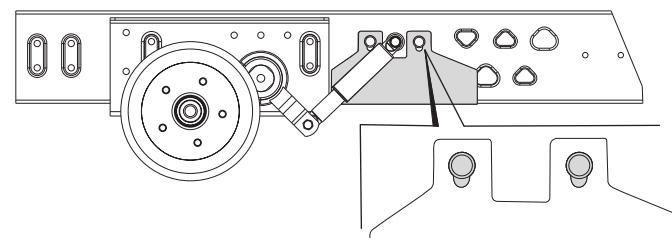

Fig. 16
- Velegnet til campingvogne på op til 2000 kg med Knaus Tabbert / Dyonic chassis AB4 med en rammetykkelse på mindre end 2,8 mm (Fig. 16).